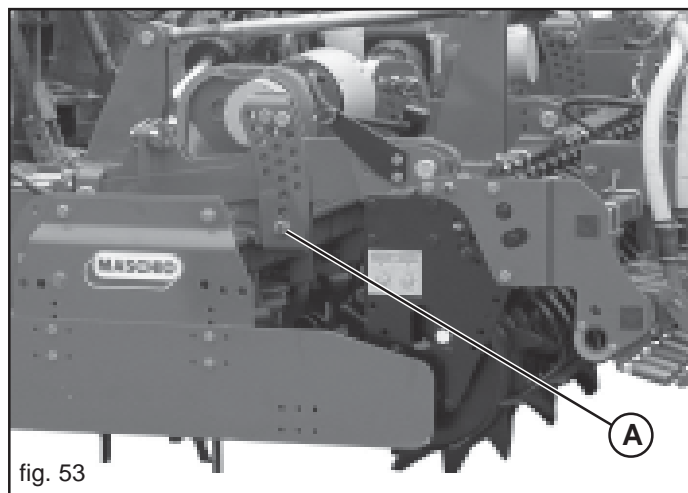

fig. 53
Vor dem Schließen des Anbaugeräts überprüfen, dass sich die unteren Endanschlagstifte (A) der hinteren Kreiseleggenrollen wie auf Abbildung 53 dargestellt in der untersten Position befinden.